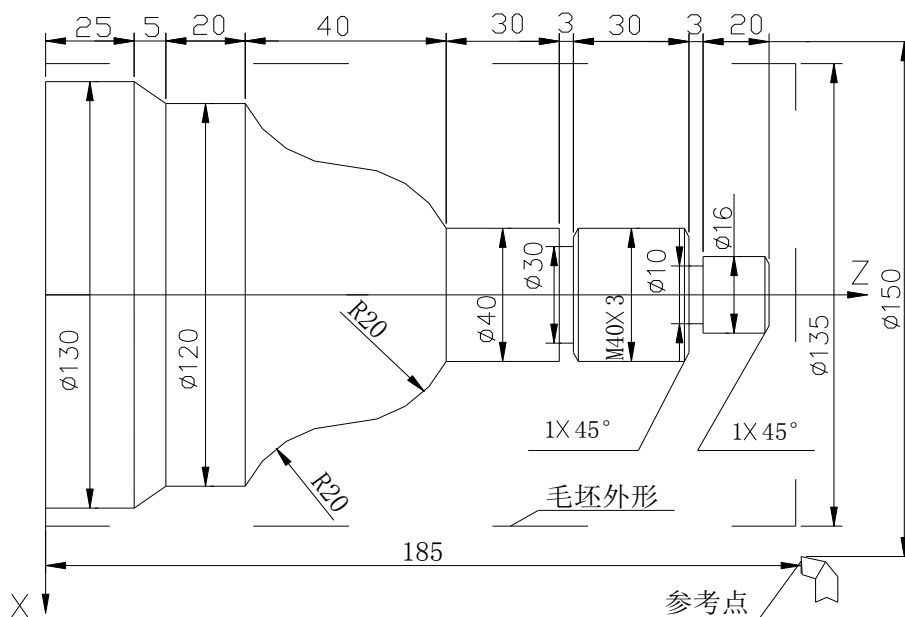

图 7-5 加工实例
**示例 4:** 综合加工 加工图 7-5 所示工件(G71、G92)。